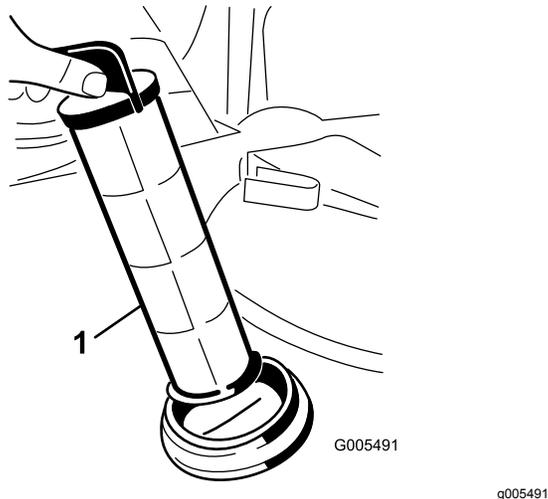

Figura 17
4. Retire el filtro de aspiración del alojamiento del filtro del depósito (**Figura 17**).